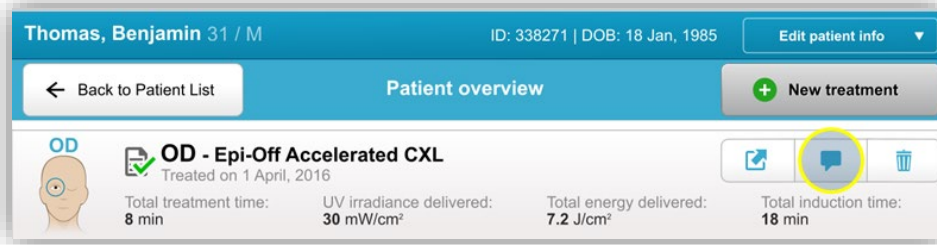

Abbildung 3-38. Symbol „Kommentare“ (Comments)
- Drücken Sie wie in Abbildung 3-38 veranschaulicht auf das Notizen-Symbol, um Notizen über die Behandlung des Patienten einzugeben.